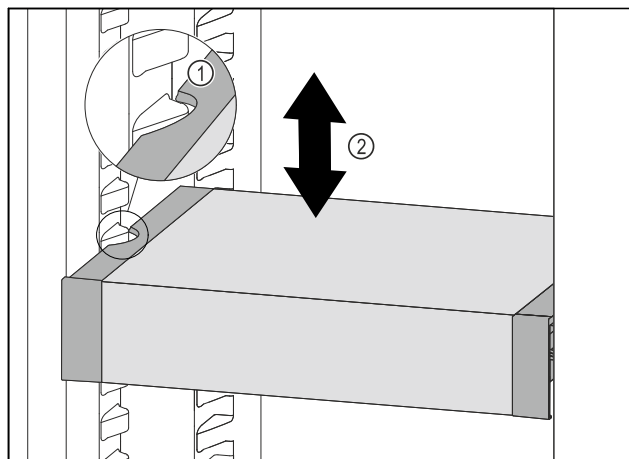

Fig. 183
- VarioSafe naar voren trekken tot de uitsparingen aan de zijkant van de VarioSafe zich ter hoogte van de rib in het koelgedeelte bevinden. Fig. 183 (1)
- VarioSafe in het koelgedeelte omhoog of omlaag bewegen tot de gewenste hoogte is bereikt. Fig. 183 (2)